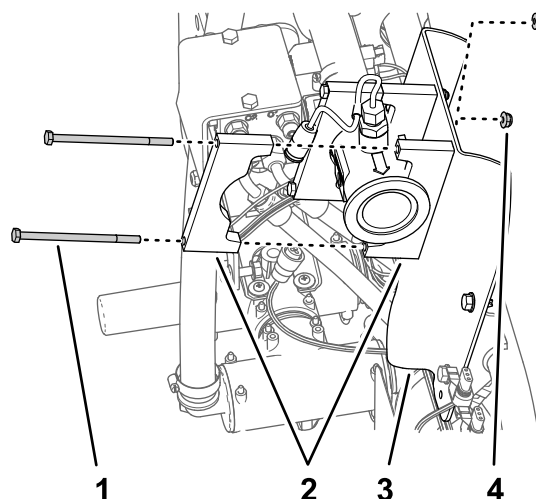

Figura 73
3. Allineate 2 metà del morsetto di supporto tra il flussometro e la relativa staffa e allineate i fori nelle metà del morsetto con i fori nella staffa (Figura 73).
4. Allineate una metà del morsetto di supporto sulla parte posteriore del flussometro con una delle metà del morsetto che avete montato al passaggio 3 (Figura 73).
5. Montate entrambe le metà del morsetto sulla staffa del flussometro (Figura 73) con 2 bulloni ($\frac{1}{4}$ " x $4\frac{1}{2}$ ") e 2 dadi di bloccaggio flangiati ($\frac{1}{4}$ ").